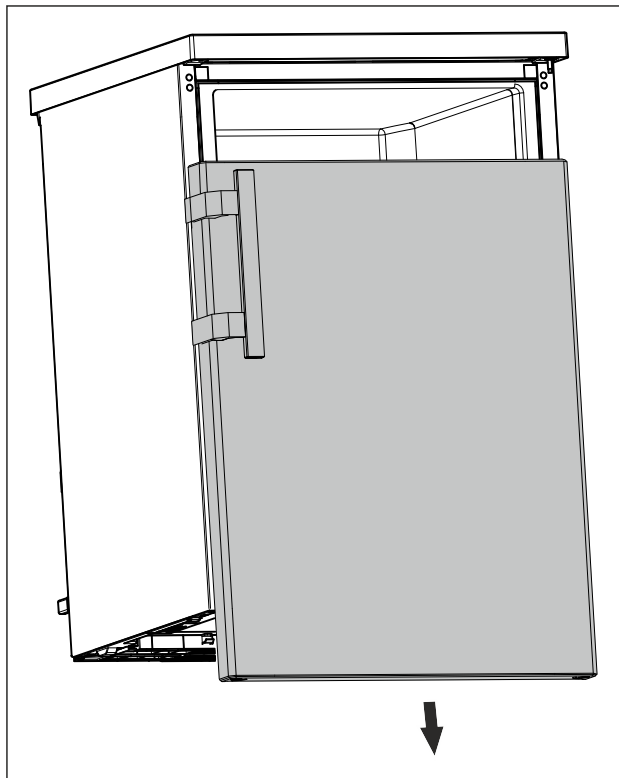

Fig. 13
- ▶ Hiqni derën nga poshtë. (shihni Fig. 13)